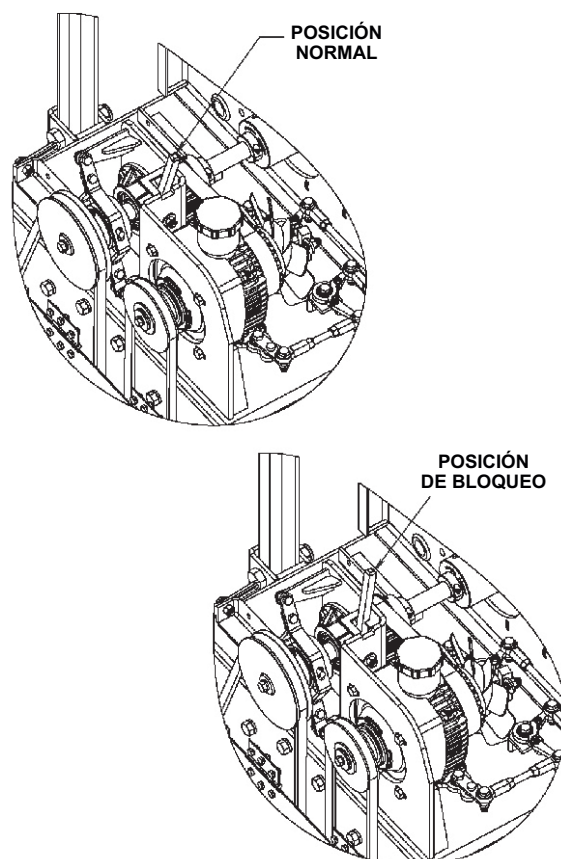

Fig 4 Palanca de la unidad hidrostática
- NO DEJE el rodillo en funcionamiento. Cuando lo desatienda apague el motor y coloque en posición normal la palanca de bloqueo de la unidad hidrostática. (Pag 7, fig 4).